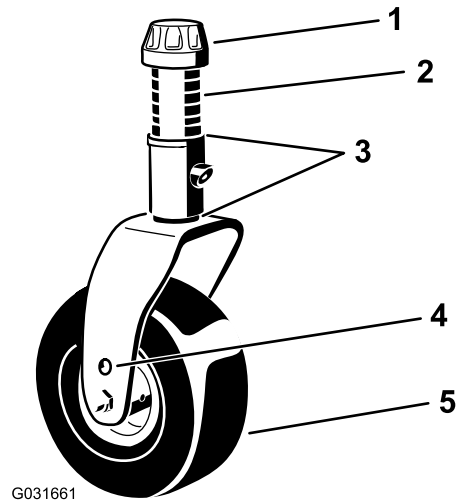
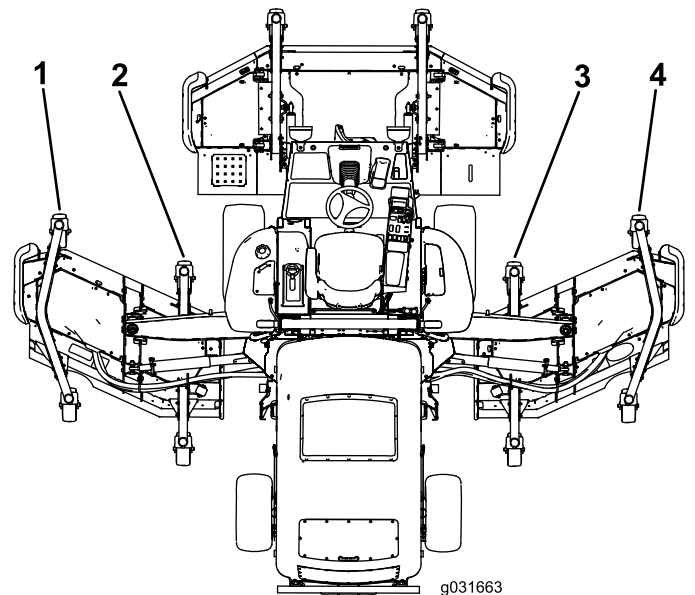

Figure 43
Figure 44
- Si le bord intérieur du plateau de coupe latéral est trop élevé par rapport au bord extérieur du plateau de coupe avant, retirez une cale au bas du bras pivotant intérieur avant du plateau latéral (Figure 43 et Figure 44).
- Si le bord intérieur est encore trop élevé, retirez une cale supplémentaire au bas du bras pivotant intérieur avant et une cale du bras pivotant extérieur avant du plateau de coupe latéral (Figure 43 et Figure 44).
du bras pivotant intérieur avant du plateau latéral (Figure 43 et Figure 44).